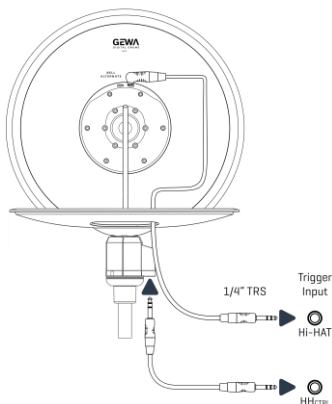

Figura 4
- 1 Tome el plato superior (C) y conecte el cable estéreo (acodado - angled) a la toma "GEWA 3-ZONE" (véase la Figura 4).
- 5 Conecte la clavija recta del cable del controlador estéreo al controlador de hi-hat como se muestra en la Figura 4.
- 6 Conecte ambos cables a las entradas de disparo correspondientes de su consola de batería como se muestra en la Figura 4. La convención de nomenclatura relativa a las entradas de disparo puede variar de un fabricante a otro, pero siempre ofrecen entradas individuales para plato y controlador.